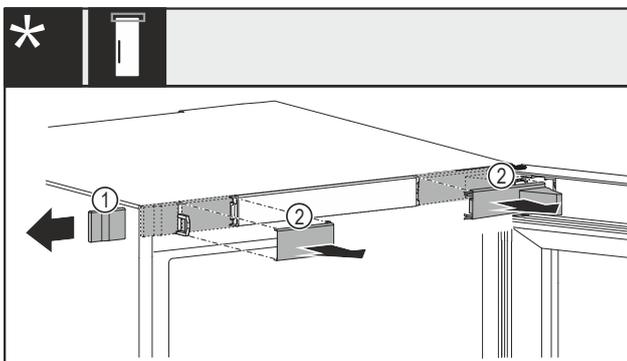

Fig. 13 Mit mechanischem oder elektrischem Schloss*
- ▶ Abdeckung Fig. 13 (1) vorsichtig seitlich entfernen.*
- ▶ Abdeckungen Fig. 13 (2) vorsichtig nach vorne entfernen.*